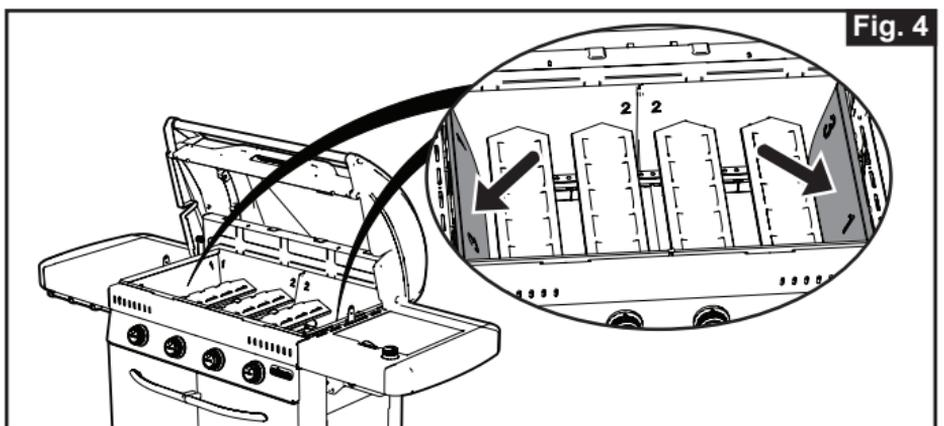

Fig. 4
3. Suporte do Motor e Suporte da Pega (Fig. 4, 5 e 6)
• Método 1 - Necessário Parafusos (Fig. 4 e 5)
- a. Remova as duas paredes laterais numeradas “3 e 1”, se necessário, conforme o seu modelo de barbecue. Para a remover estas peças, consulte o manual de montagem. (Fig. 4)
- e. Reinstale as duas paredes laterais numeradas “3 e 1” se tiver seguido o Passo a. Para a instalação destas peças, consulte o manual de montagem. (Fig. 4)